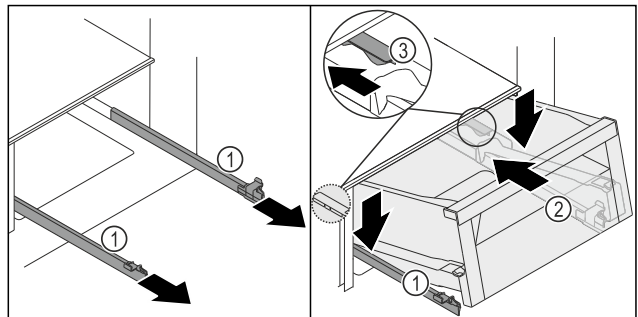
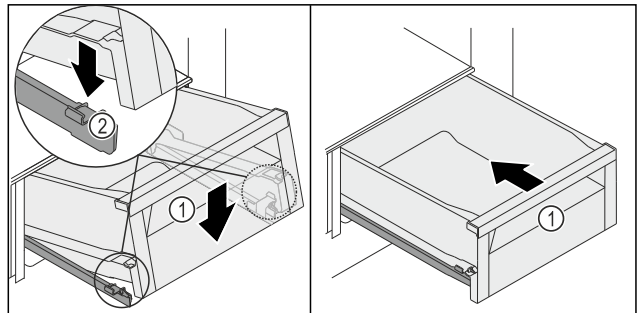

Fig. 200
Fig. 201
- Maintenir les rails Fig. 200 (1) et installer le tiroir Fig. 200 (2) du haut derrière la butée Fig. 200 (3) sur les rails Fig. 200 (1).
- Pousser le tiroir Fig. 200 (2) sur les rails Fig. 200 (1) vers l'arrière jusqu'en butée.
- Abaisser l'avant du tiroir Fig. 200 (2) de manière à insérer le tiroir dans les languettes Fig. 201 (2) à gauche et à droite.
- Vous entendrez le tiroir Fig. 201 (1) s'enclencher.
- Pousser le tiroir Fig. 201 (1).